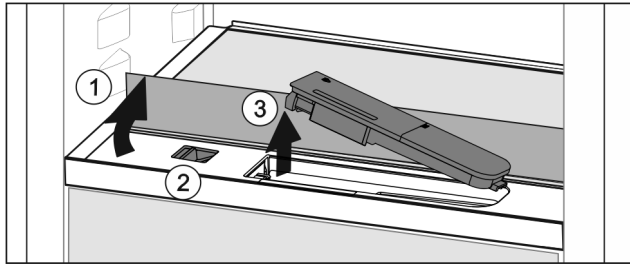

Fig. 41
- ▶ Glasplatte anheben und bis zum Anschlag nach hinten klappen Fig. 41 (1).
- ▶ Schieber Fig. 41 (2) nach links schieben.
- ▶ Wassertank entnehmen Fig. 41 (3).